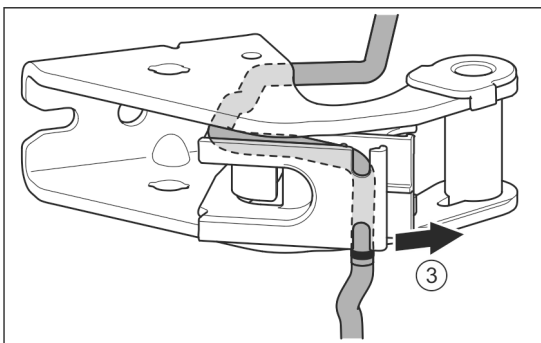

Fig. 25
- Uvolněte kabel z vedení. Fig. 25 (3)